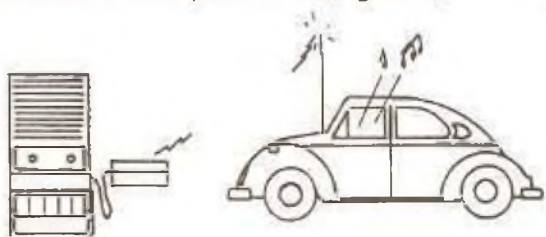

Figura 3
d) Você não tem toca-fitas no carro? Não tem importância, pois você pode colocar aquela fita que você gosta lá no seu gravador cassete em seu quarto, ou na sala, e sintonizar o FM do seu carro de modo a poder ouvi-la perfeitamente, na porta de sua casa, na garagem podendo com isso levá-lo ouvindo como você quer suas músicas prediletas (figura 3).